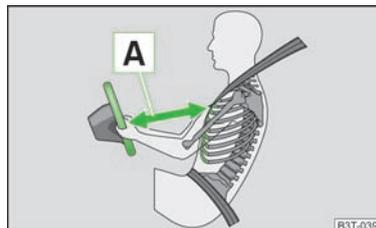

Fig. 141
- No caso do condutor e do passageiro dianteiro, é importante que mantenham uma distância mínima de 25 cm em relação ao volante e/ou ao painel de bordo » Fig. 141 **A**. Se não respeitar esta distância mínima, o sistema de airbags não o poderá proteger - Perigo de vida! Além disso, os bancos dianteiros e os encostos de cabeça devem estar sempre ajustados de acordo com a estatura do ocupante.